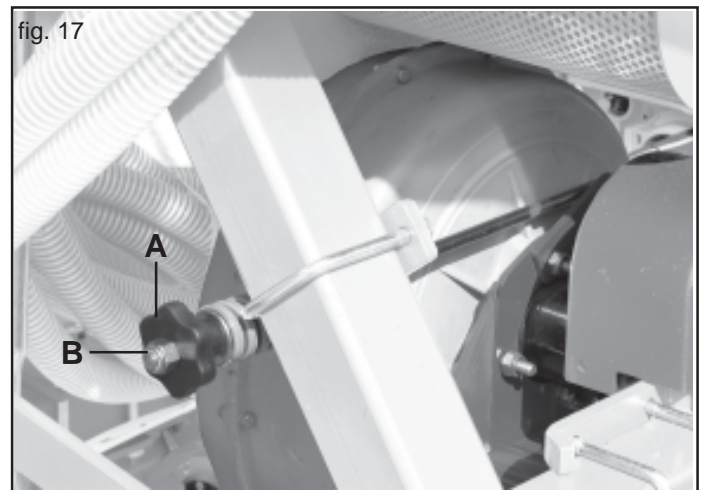
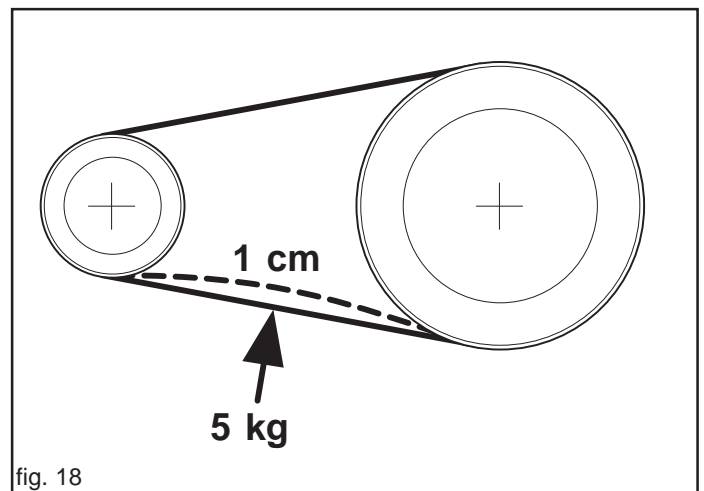

fig. 17
fig. 18
- 2) Riemen Spannung mit dem Handrad "A" ( Fig. 17) einstellen. Im mittleren Abschnitt zwischen den beiden Riemenscheiben mit einer Kraft von 5 kg auf den Riemen drücken. Der einzelnen Riemen muß sich um 1 cm (max.) eindrücken lassen (Abb. 18).
Zum Riemenwechsel Riemen komplett durch Loosen von Handrad A (Fig. 17) entspannen.
**Achtung: Nie die Stopmutter "B" (Fig. 17) entfernen!**
- 1) Die Riemen mittels des Handrad (A Abb. 17) lockern, die Schutzverkleidungen (A, B Abb. 13) abnehmen und die Treibriemen entfernen.